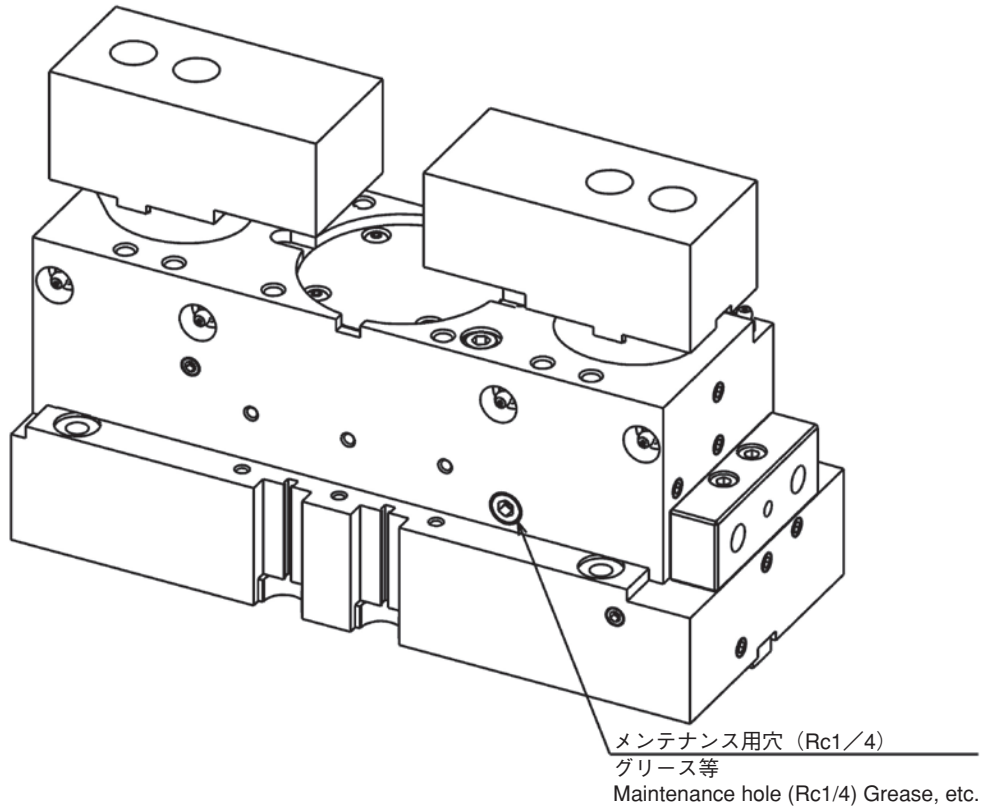

Fig.6-2 メンテナンス用穴 Maintenance hole
- (1) ソフトジョー取換えの際は精度保持のため、マスタジョーとのクロスキー部を入念に清掃して下さい。
- (2) ワーク形状、切削条件に合わせてエア圧力を設定して下さい。
- (3) 本製品のボルト取付トルクはキタガワ規定トルクで締めて下さい。
- (4) ハンマー等で工作物及び治具モジュールを絶対に叩かないで下さい。精度及び機能を損ない寿命を短くします。
- (5) 使用空圧力は、0.6MPaを超えないように注意して下さい。
- (6) 機械を長時間止める場合はワークを外し、圧力供給ユニットを停止させて下さい。
- (7) ストロークエンド3mm付近での把握は安全上好ましくないので把握しないで下さい。
- (8) 防錆効果のある切削水を使用しないと、治具モジュール内部に錆を生じ把握力低下をおこすことがありますのでご注意ください。また、ボデー内部に切削水が浸入した場合はメンテナンス用穴から排出することができます。(6章のFig.6-2参照して下さい。)
- (9) 誤操作、加工ミス等により治具モジュール又は工作物に衝撃を与えた場合は、直ちに作業を中止し、異常の有無を確認して下さい。確認後、空クランプを数回行って動作がスムーズで異常がないか確認して下さい。
- (10) 作業終了時には、ボデーや摺動面をエアガン等で必ず清掃して下さい。
- (11) 治具モジュールのリアボデー底面、側面はアルミ材で傷つき易く、基準面なので細心の注意を払って取り扱って下さい。
- (12) トップジョーを揺動状態にして工作物を把握する際、揺動量が大きいと2つのトップジョーの把握に時間差ができ衝撃が発生する場合があります。衝撃が大きい場合は、ロケータに対して工作物のズレが起きることがあります。衝撃を軽減する方法として、空圧供給(アンクランプ)付近に絞り等を付けて、把握速度を落とす事が有効です。
- (13) センタリング把握においても、X軸方向以外にかかる切削力は、ロケータで受けるような上物の構造にして下さい。(丸物工作物をジョーのみで受けないようにして下さい。)
- (14) 治具モジュールを使用して異常を感じた場合はすぐに7章を参照し修復して下さい。(異常を感じたまま使用しないで下さい。)
- (1) When replacing the soft jaw, carefully clean the cross key on the master jaw for keeping accuracy.
- (2) Set air pressure according to work form and cutting conditions.
- (3) Tighten mounting bolts at the torque specified by Kitagawa.
- (4) Never hammer the work and jig module because accuracy and function fail, and the service life of jig module becomes short.
- (5) Take care so that a service air pressure will not exceed 0.6MPa.
- (6) When the machine is stopped for a long period of time, remove the work and stop the pressure supply unit.
- (7) Don't clamp the work within 3mm from the stroke end for safety.
- (8) Use the coolant having rustproof effect so that rust does not occur inside of jig module because a gripping force is reduced. If the coolant leaks into the body, it can be discharged out of a maintenance hole (Refer to Chapter 6 fig. 6-2).
- (9) If any shock is applied to the jig module or work by wrong operation or machining mistake, stop the operation immediately and check that it is not damaged. After that, check operation is smooth by performing the clamping motion under no load at several times.
- (10) After working, be sure to clean the body and slide ways with the air gun.
- (11) Since the rear body bottom face and side face of jig module are reference faces made of aluminum that are easy to be damaged, carefully handle them.
- (12) When clamping the work with top jaws remarkably fluctuated, any shock occurs because a time difference occurs for the clamping of two top jaws. If the shock is large, the work may be slipped for the locator. To reduce the shock, mount the throttling near the air inlet (UNCLAMP) to reduce the clamping speed.
- (13) In centralizing clamp, structure so that cutting force in the direction except X-axis direction will be received to the locator (Cutting force for round work does not receive only to the jaws).
- (14) If you feel that the jig module fails, recover it, referring to Chapter 7 (Do not use the jig module with abnormality felt).
グリースを過剰に給油した場合、動作不良を起こす可能性がありますので、Fig.6-2に示すメンテナンス用穴で余分なグリースを排出して下さい。排出は、メンテナンス用穴のプラグを取り外し、クランプ・アンクランプを数回繰り返すことで行うことができます。
After cleaning and reassembling, lubricate required components enough with the jaws clamped and the front cover removed until the grease exudes slightly out of between the body and the plunger slide way. When the grease is filled excessively, since operation failure may be caused, discharge excess grease out of a maintenance hole as shown in Fig. 6-2, repeating clamp/unclamp several times after removing the plug for the maintenance hole.